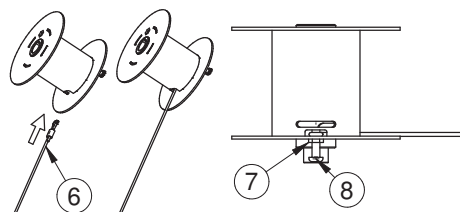

Abb. 4.4
4) Das neue Seil (Ref. 6 Abb. 4.4) in die Bohrung einführen und die Öse unter der angeschweißten Mutter auf der Trommel positionieren (Ref. 7 Abb. 4.4) und die Schraube (Abb. 4.4, Ref. 8) eindrehen, bis die Seilöse eingerastet ist